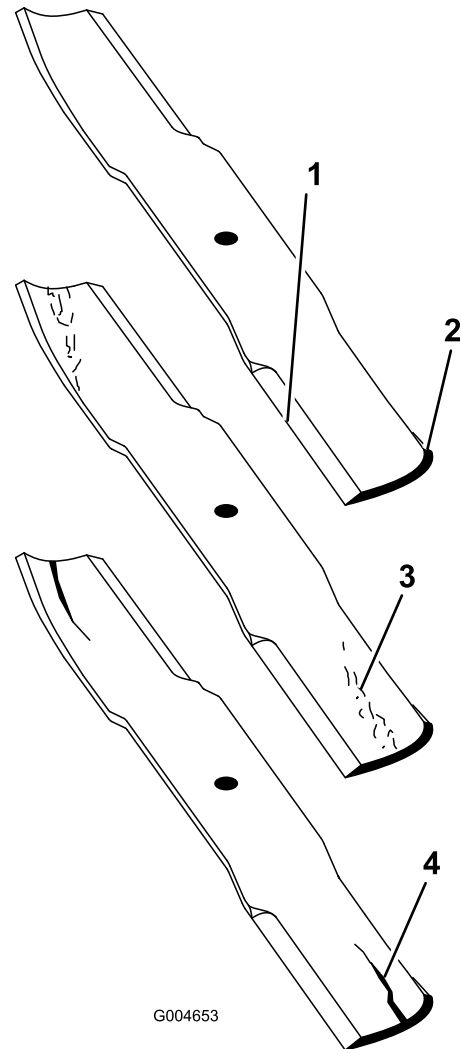

図 25
2. ブレードの切っ先を注意深く観察、特に、直線部と曲線部が交わる部分をよく観察する 図 25。
注 この、直線部と曲線部の交差域は、砂などによる磨耗が進みやすい部分なので、機械を使用する前によく点検することが必要である。磨耗が進んでいる場合 図 25 にはブレードを交換する。